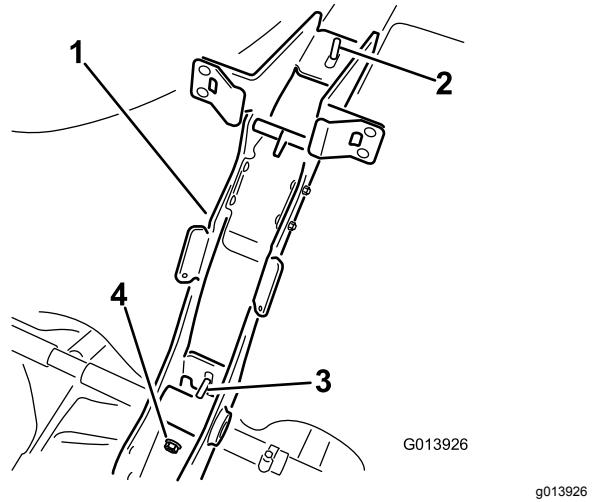

Figure 4
- Fixez le cadre porteur principal à la sangle de la cuve (Figure 4) au moyen de 2 contre-écrous à embase ($\frac{3}{8}$ "').